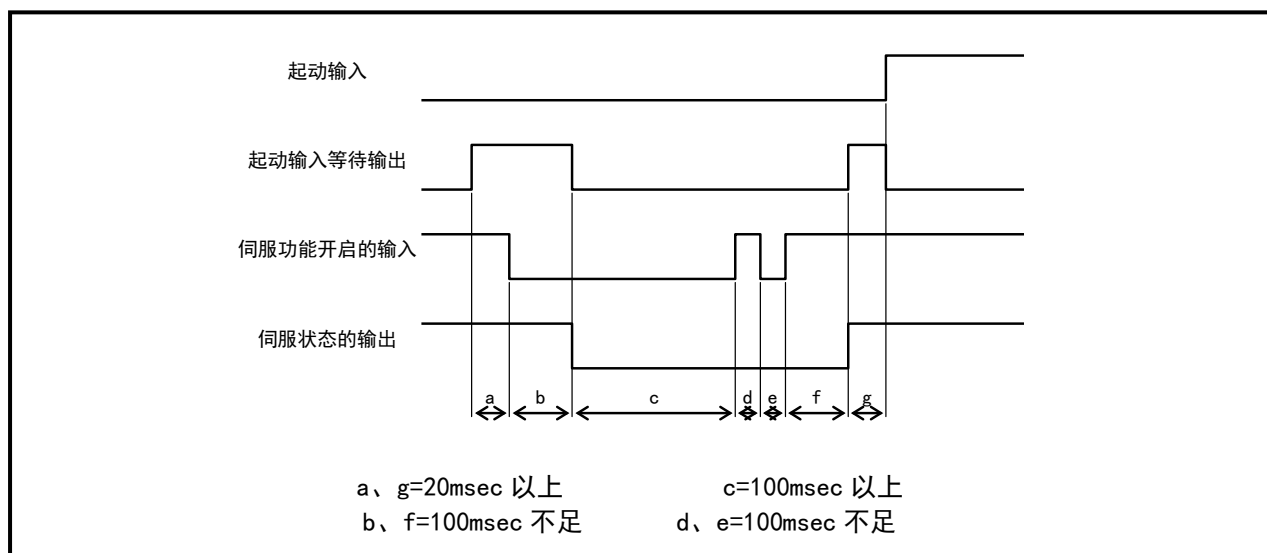

图 5.11 伺服功能开启输入的时序图
- 为了防止误动作，伺服功能开启/关闭的切换时机，请空开 100msec 以上的时间间隔。图 5.11 的 d、e 时间间隔中无法输入。